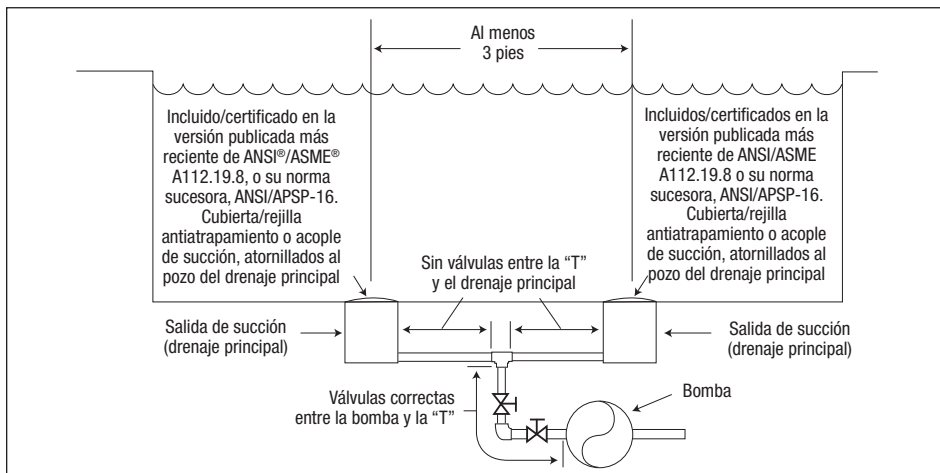

Figura 1. Cantidad de salidas de succión por bomba*
El sistema *debe* construirse para incluir al menos dos (2) salidas (drenajes) de succión conectadas a la bomba siempre que la bomba esté en funcionamiento. Sin embargo, si dos (2) drenajes principales van a una única línea de succión, la única línea de succión puede estar equipada con una válvula que apague ambos drenajes principales desde la bomba. El sistema se construirá de tal modo que no permita el cierre o el aislamiento separado independiente de cada drenaje. Consulte la Figura 1.